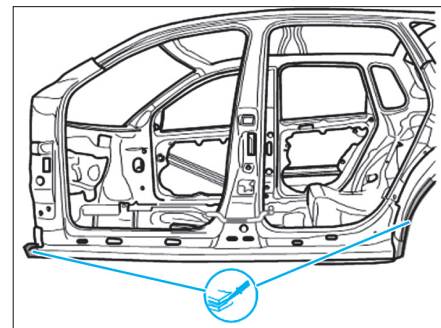

FIG. 74
- Appliquer un cordon de colle sur la zone collée (Fig.74).